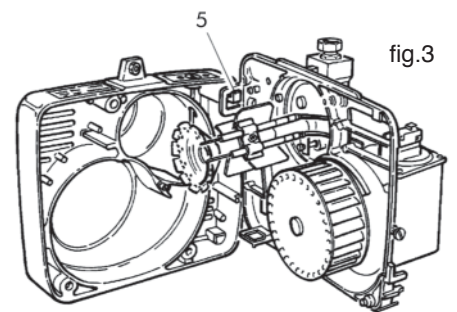

fig.3
- Enclencher la plaque porte-éléments dans sa position de service 5 et procéder à l'entretien de la tête de combustion (fig.3).